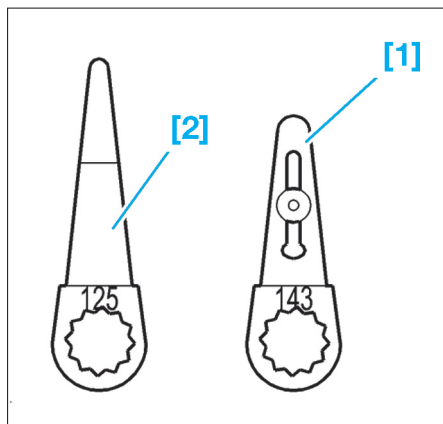
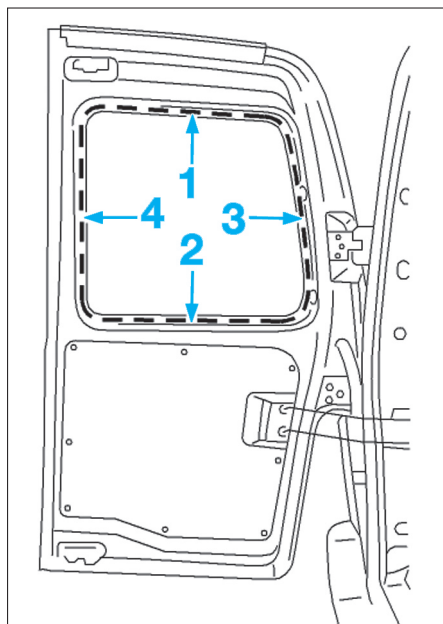

FIG. 10
FIG. 11
OUTILLAGE NÉCESSAIRE (FIG.10)
- Découper le joint en (1) et (2) avec l'outil [1] (réglage de la lame à 27 mm) (Fig.10) et (Fig.11).
- Découper le joint (3) avec l'outil [1] (réglage de la lame à 27 mm).
- Découper le joint en (4) avec l'outil [2].